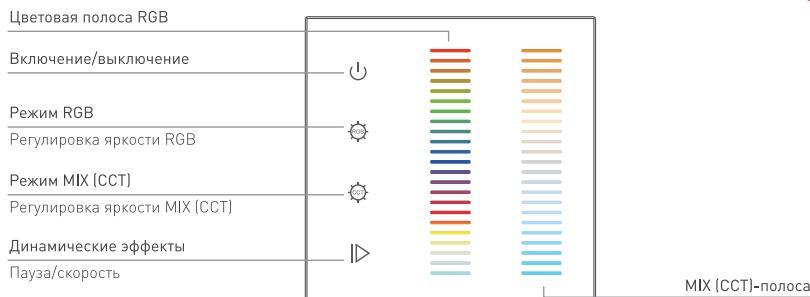

Рис. 4. Назначение сенсорных органов управления.
- коснитесь сенсорной полосы-слайдера выбора цвета (RGB цветовая полоса, Рис. 4);
- Проверьте управление лентой с панели (Рис. 4).